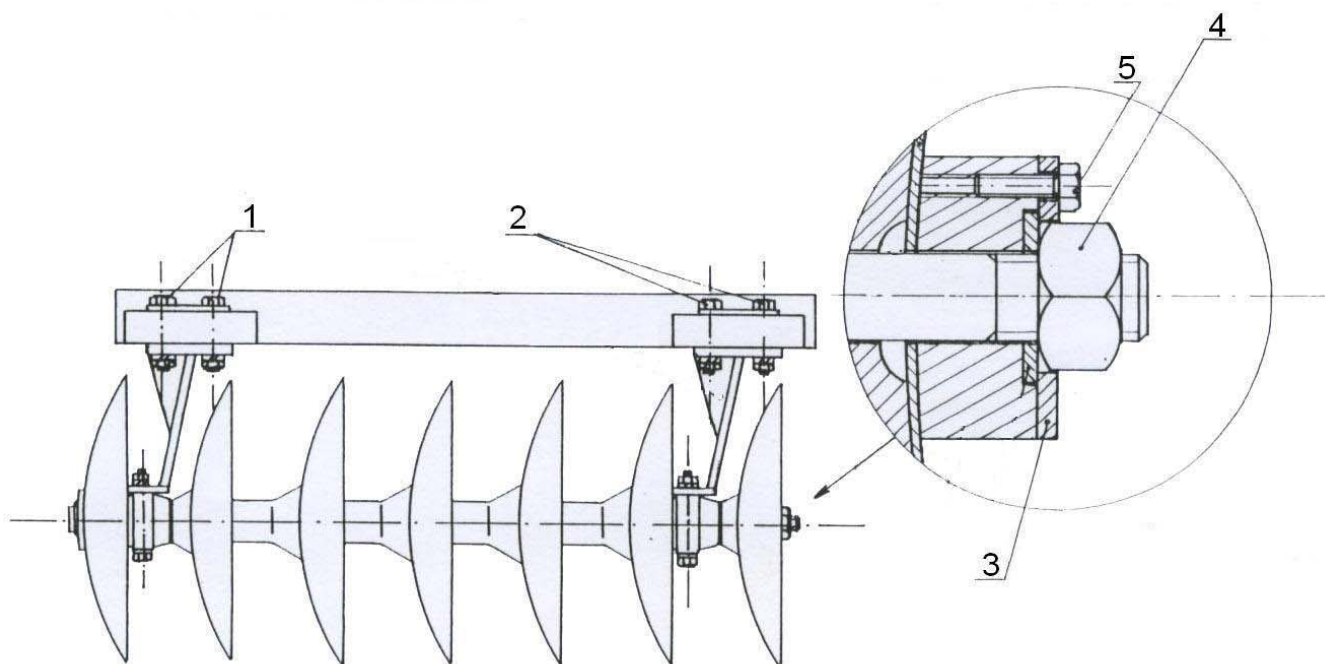

Fig.2
5.4. ПРОТЯЖКА БАТАРЕЙ ДИСКОВ (РИС.2)
Смонтировать наружные рамы (рис. 2 и 3) на главную раму (рис.1)